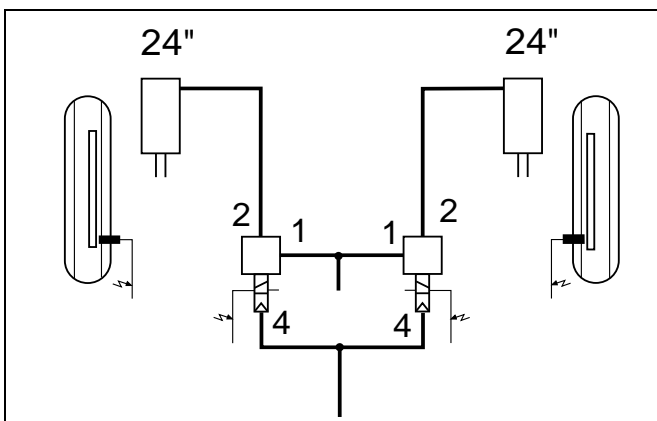

Abb. 5 Steuer- und Vorratsleitung möglichst symmetrisch aufteilen und den Ventilen zuführen.
- Die Position der ABS Relaisventile im Fahrzeug und ihre Verrohrung zur linken und rechten Fahrzeugseite hin muss möglichst symmetrisch zur Fahrzeuginnenachse aufgebaut sein (Abb. 5).